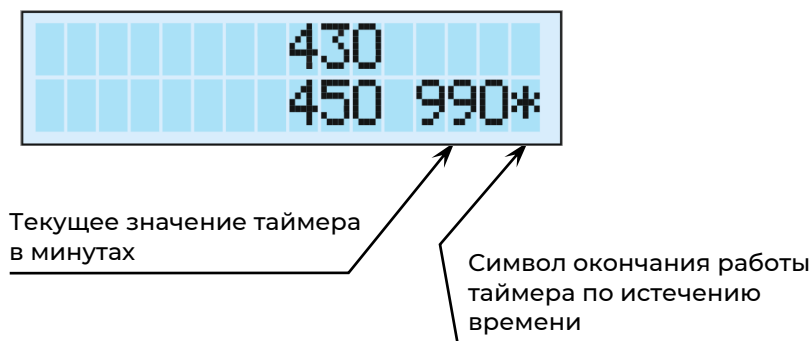

Рис. 9.2 Индикация таймера
9.3.5 Значение заданного или текущего времени таймера (мин.) отображается в правой части нижней строки (рис. 9.2).
9.4.11 По истечении заданного времени произойдет срабатывание таймера, в результате выполнится отключение вращения, и прозвучит звуковой сигнал. На дисплее будет показано заданное время таймера и символ «*» (рис. 9.2).